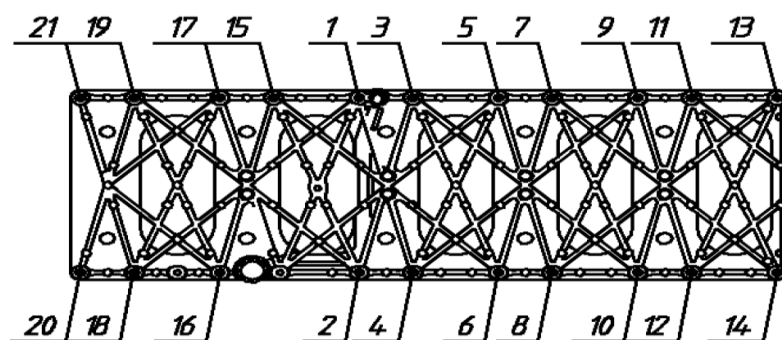

图 19 加强板安装螺栓拧紧顺序
8.23.2 用 21 个加强板安装螺栓将加强板固定到缸体底平面上，然后按图 19 所示顺序拧紧，拧紧力矩为 30 N·m±6 N·m。